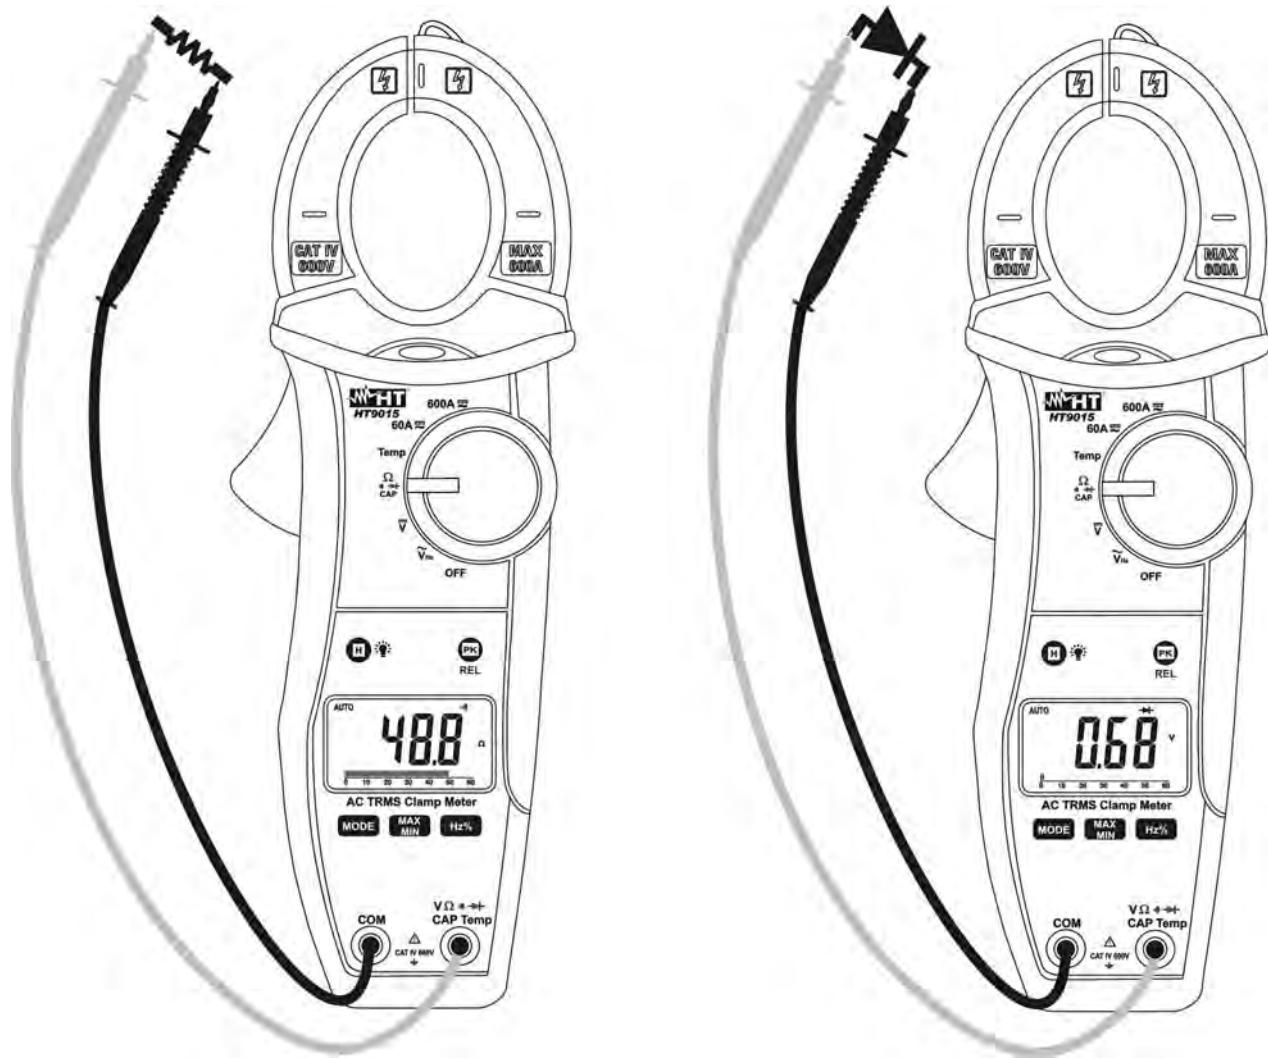

Fig. 6: Uso della pinza per Test Continuità e Prova Diodi
3. Inserire il cavo rosso nel terminale di ingresso $V\Omega \rightarrow \text{CAP Temp}$ e il cavo nero nel terminale di ingresso **COM** ed eseguire il test di continuità sull'oggetto in prova (vedere Fig. 6 – parte sinistra). Il cicalino emette un segnale acustico quando il valore della resistenza misurata è inferiore a circa 60Ω
5. Collegare il puntale rosso all'anodo del diodo e il puntale nero al catodo in caso di misura di polarizzazione diretta (vedere Fig. 6 – parte destra). Invertire la posizione dei puntali in caso di misura di polarizzazione inversa